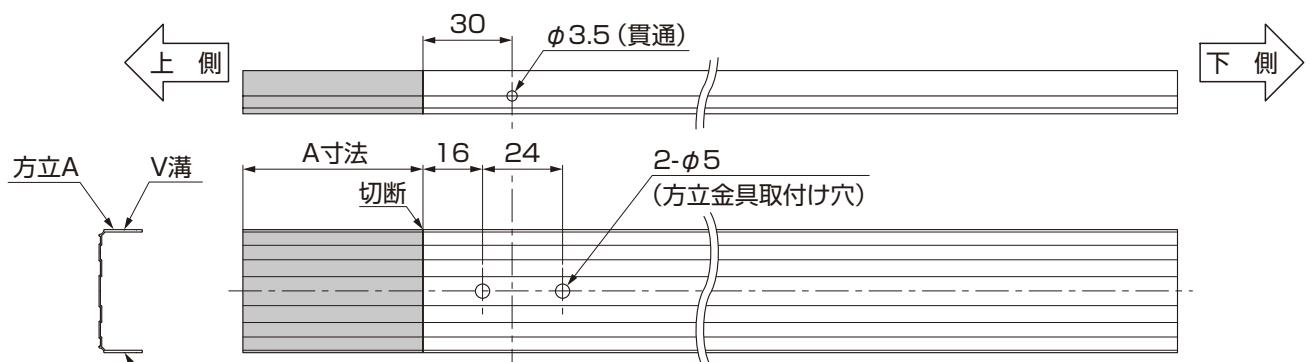
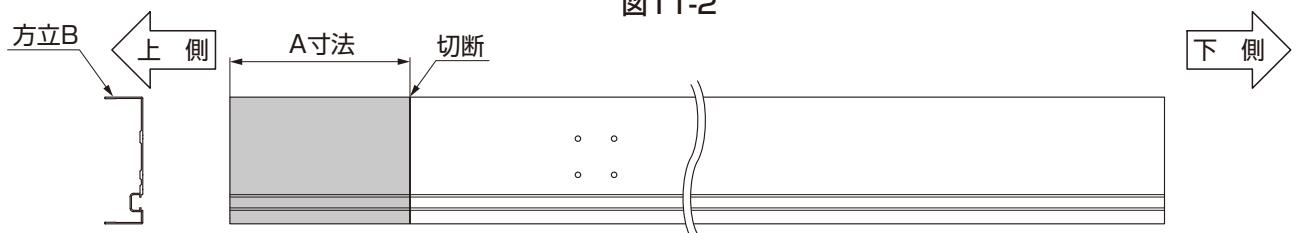

図11-2
図11-3
- ①A寸法を実測してください。
- ②図11-2、図11-3を参照して方立A、方立Bを加工してください。